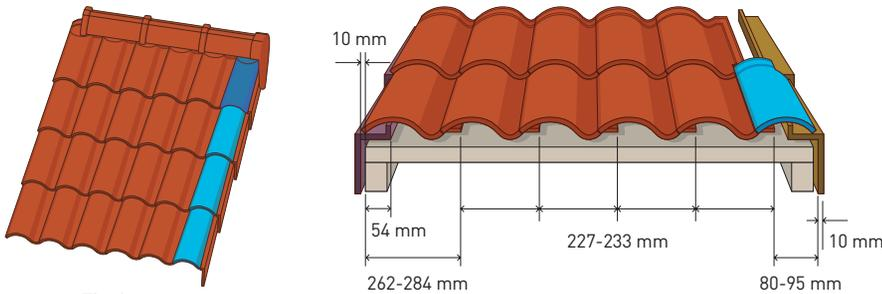
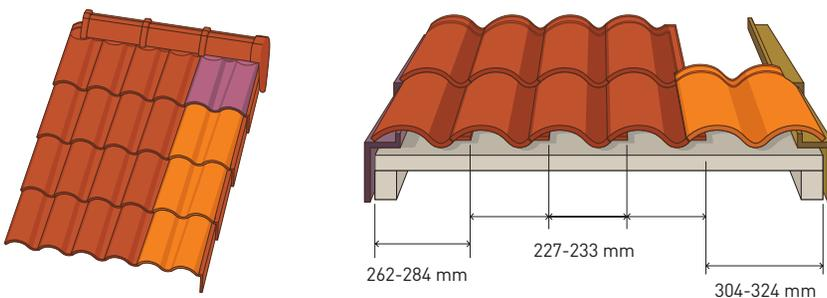

Fig. 2
Fig. 3
4. En arrivant sur la partie droite du versant on finit par une rive droite avec une Demi-tuile (Q16-Q17) (fig.2) ou avec une Double-tuile (Q33-Q34) (fig.3).
5. Pour finaliser le versant au niveau de la rencontre des tuiles avec la faîtière il est recommandé d'utiliser la Tuile sous- faîtière (Q70) (fig.2) et la Double-tuile sous-faîtière (Q71) (fig.3), obtenant ainsi une bonne ventilation et un montage plus rapide.